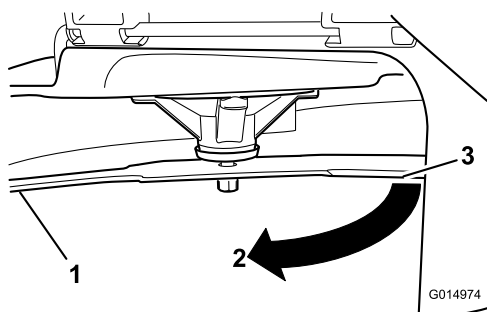

Figure 45
3. Mesurez la distance entre la lame et la surface (A)
4. Tournez la même lame de 180 degrés pour amener l'autre tranchant à la même position (Figure 45).